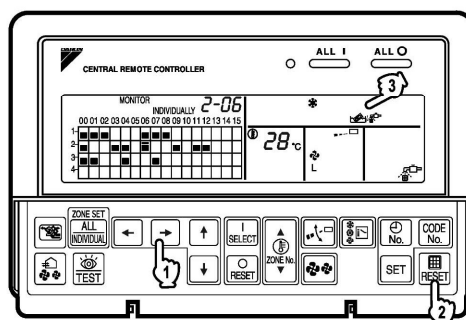

Fig. 16
■ Mostra hora de limpar (Fig. 16)